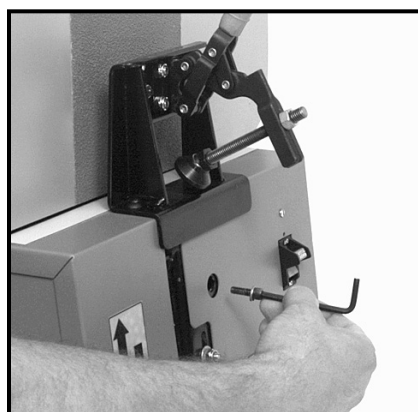

Fig. 9
1. Placez la vis (à tête plate  $\frac{1}{4}$  po-20 x  $\frac{1}{2}$  po de long) de montage du moteur sur la clé hexagonale de  $\frac{5}{32}$  po (voir Fig. 9).
2. Placez la vis à travers le trou d'accès pratiqué sur le dessus du boîtier (voir Fig. 9), et dans le trou du support de montage du moteur. Tenez la vis et la clé dans cette position.